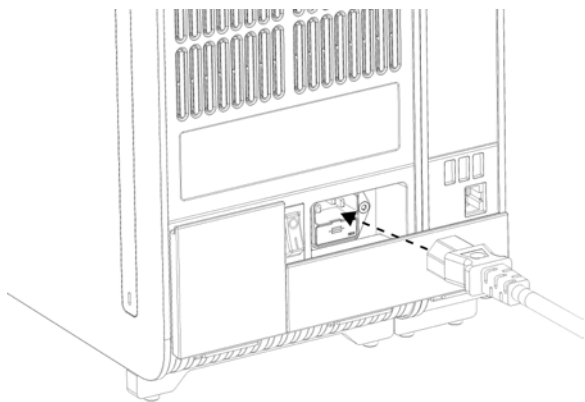

Figura 20. Conexión del cable de alimentación.
8. Conecte el cable de alimentación suministrado con el QIAstat-Dx Analyzer 1.0 a la parte posterior del módulo analítico original (figura 20).